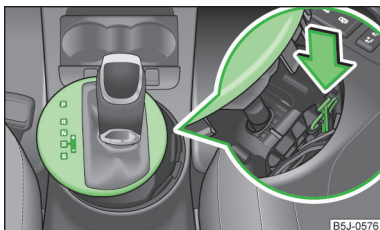

Fig. 107
- Apăsați cu degetul componenta galbenă din material plastic, în sensul săgeții » fig. 107.